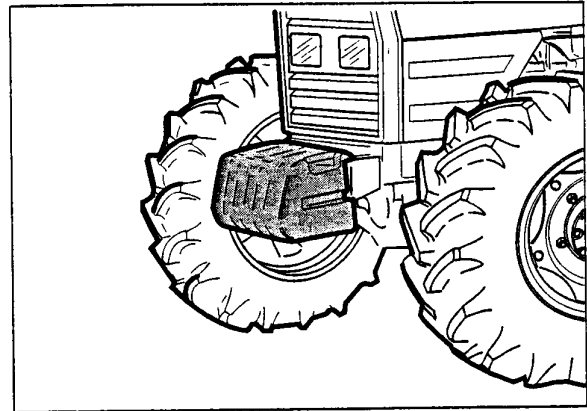

Fig. 2-26
- Use lastres frontales para aumentar la estabilidad del tractor cuando arrastra una carga pesada o para balancear un apero pesado montado detrás (Fig. 2-26).